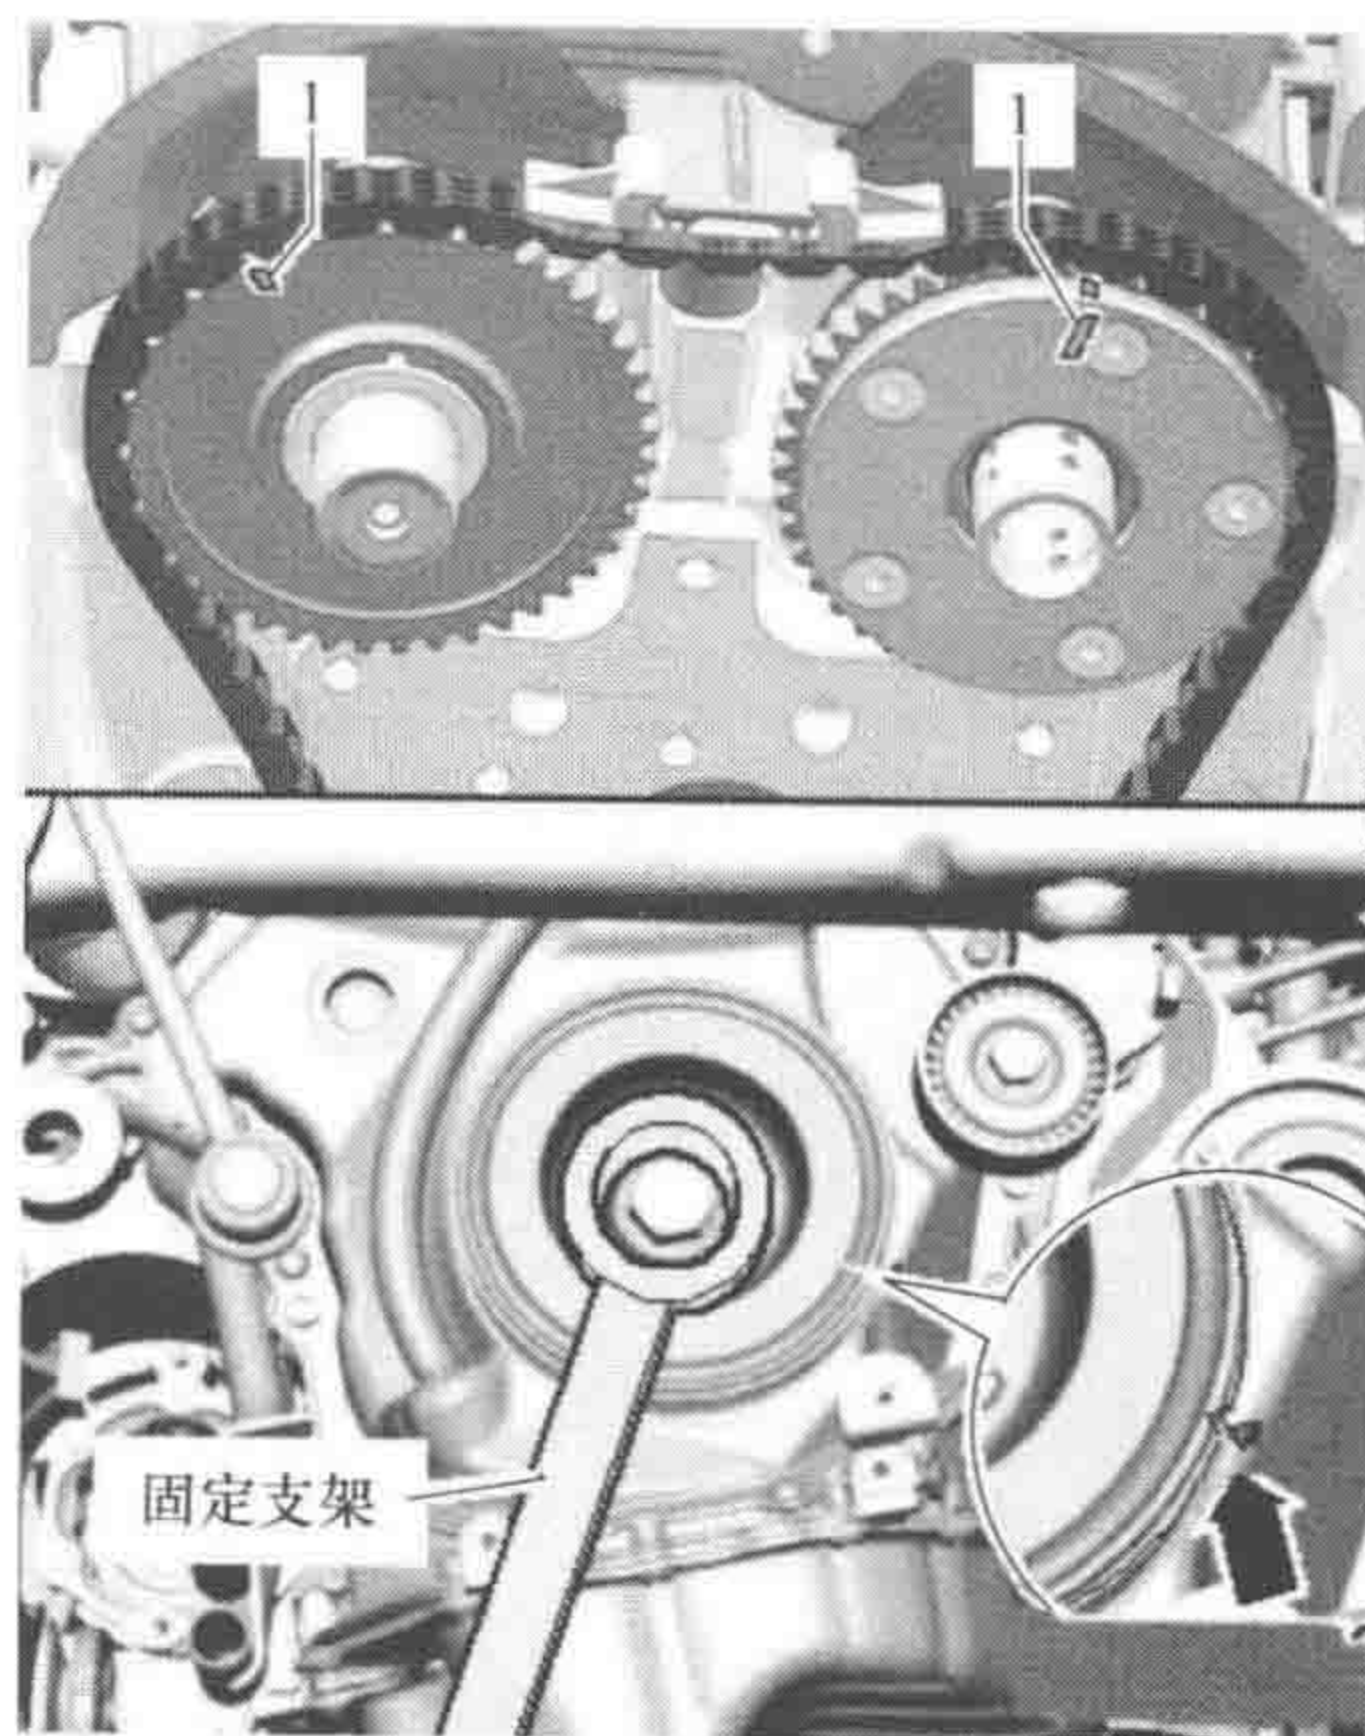
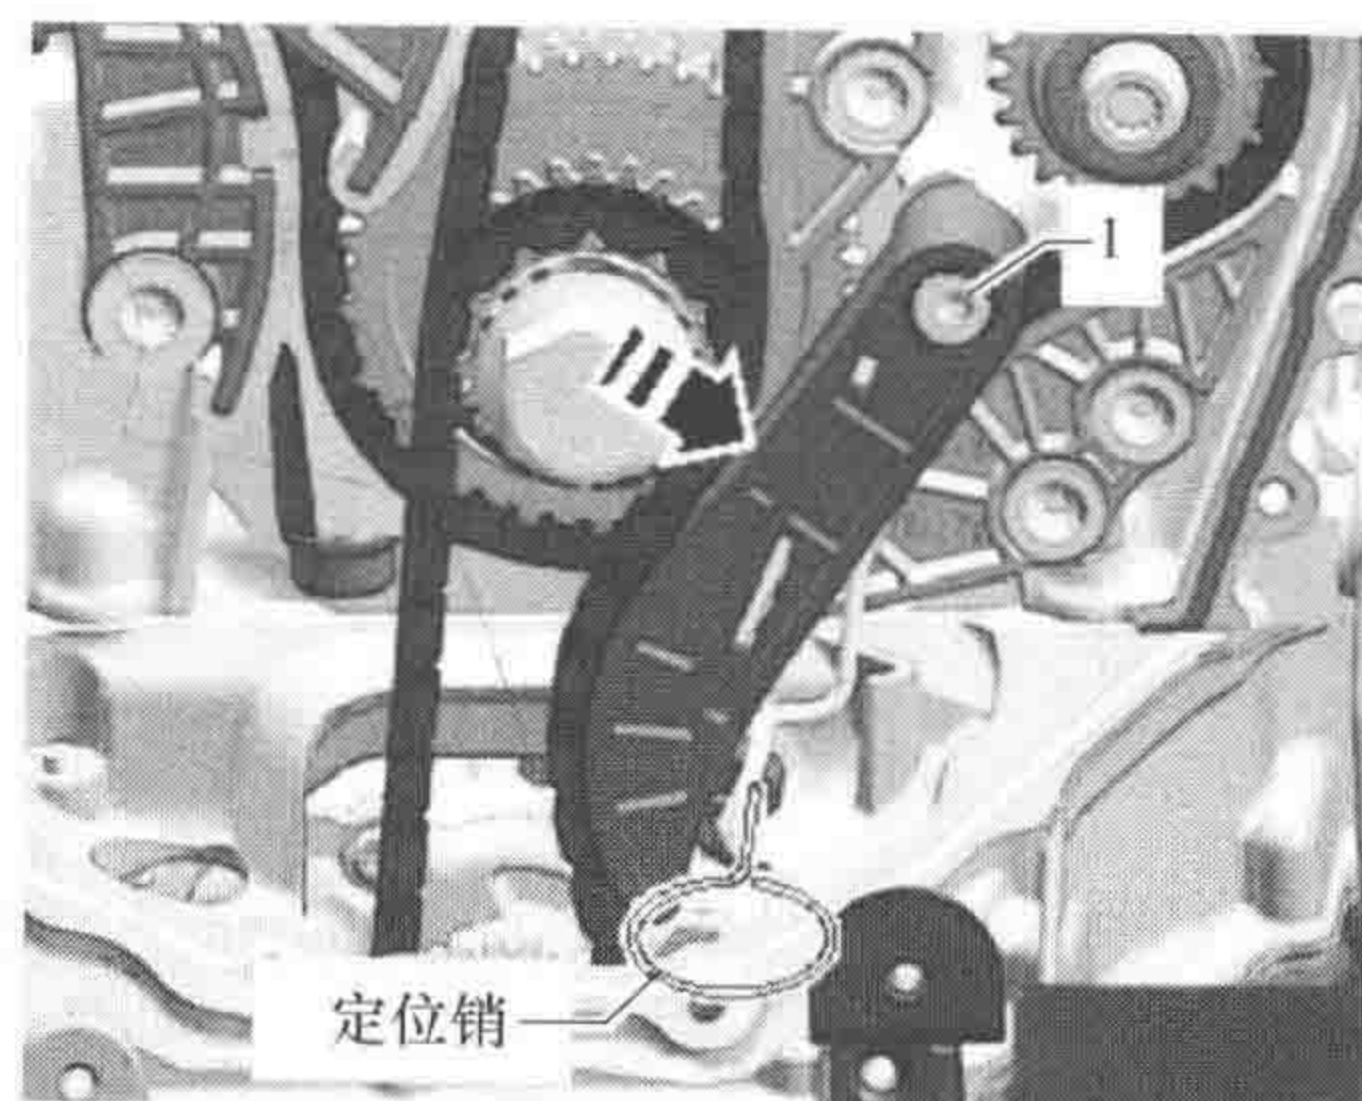

图 1-1-4
图 1-1-5
(4) 用固定支架将带轮减振器转到上止点位置，如图 1-1-4 所示。这时，减振器缺口必须对准正时链下盖板上的箭头标记，凸轮轴正时标记 1 必须指向上。
(5) 拆卸正时链下部盖板。
(6) 沿图 1-1-5 所示箭头方向将机油泵链条张紧器压入并用定位销锁定，拆卸机油泵链条张紧器 1，然后取下机油泵驱动链条。